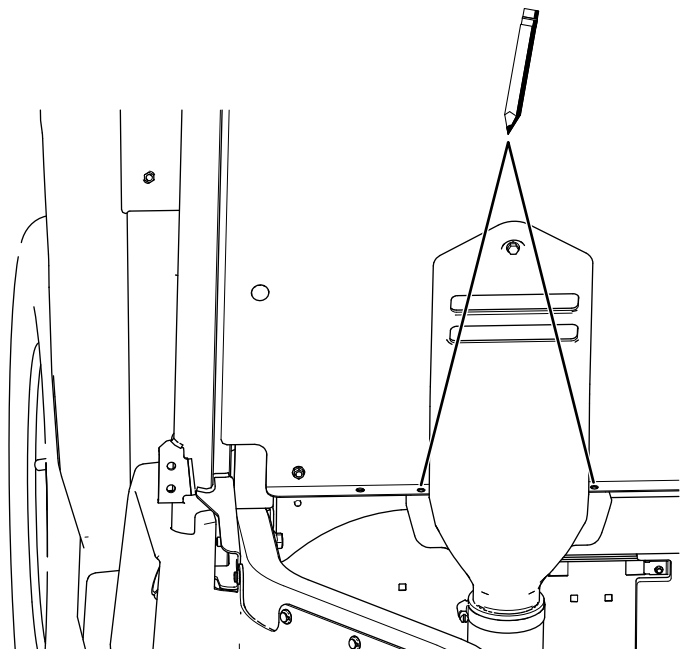

Figura 25
- C. Utilizzando la cappa della presa d'aria CVT come modello, seguate il punto in cui praticare i 2 fori (Figura 25).